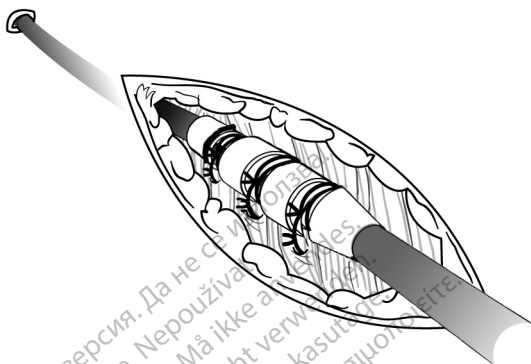

Figure 12. Exemple de manchon de suture, technique d'implantation percutanée
1. Peler la gaine du désilet et glisser le manchon de suture profondément dans les tissus (Figure 12 Exemple de manchon de suture, technique d'implantation percutanée en page 28).